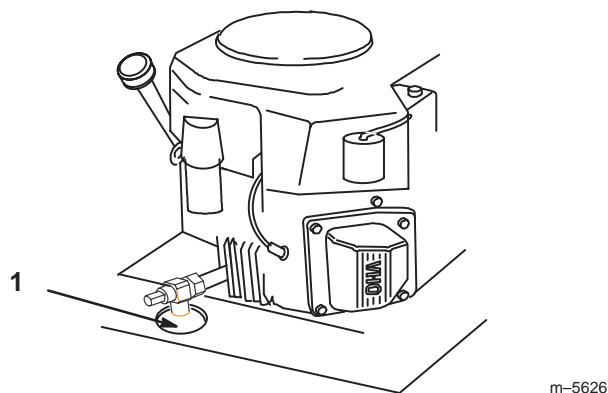

Figure 32
3. Placez un bac de vidange sous l'orifice de vidange. Enlevez le bouchon de vidange (Fig. 32).